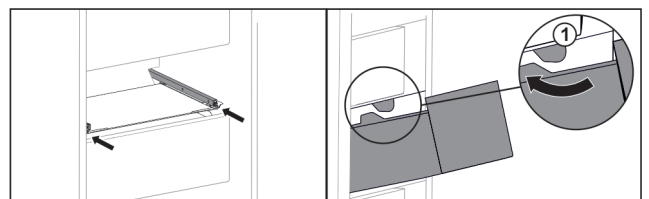

Fig. 149
- ▶ Прокарайте чекмеджето около ограничителите Fig. 149 (1).